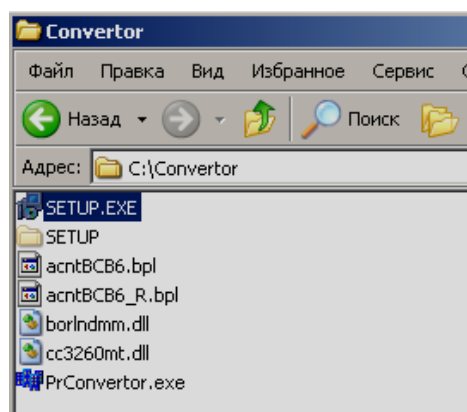

Рисунок 3
- 1.5 Запустить из папки «Convertor» программу «PrConvertor.exe» (рисунок 3) . Программа запустится в свернутом виде. Развернуть программу, в результате появится форма, представленная на рисунке 4 .Слева и справа на форме располагаются окна отображения протоколов.